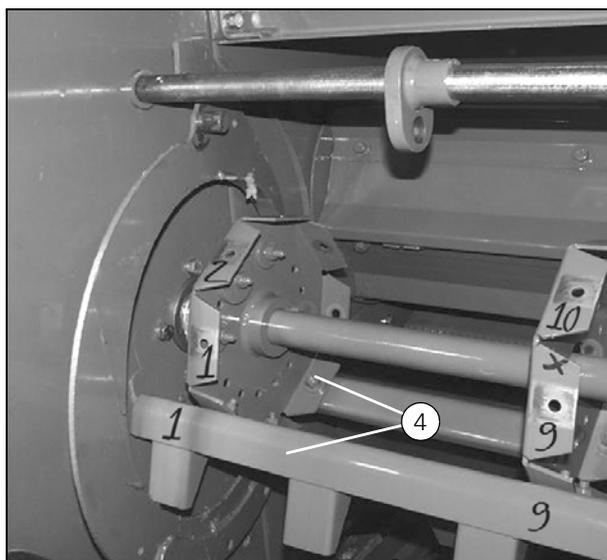
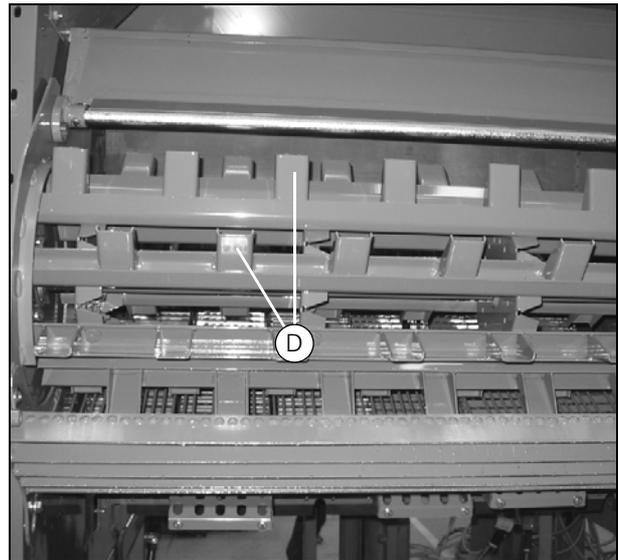

Рисунок 61
Рисунок 63
ВАЖНОЕ ЗАМЕЧАНИЕ: В связи с тем, что барабан проходит электронную балансировку на заводе-производителе, чрезвычайно важно устанавливать бичи и спицевые диски на те места, откуда они были сняты. Для этого перед снятием необходимо нанести метки, (Рис. 61).
- Установите бичи на спицевые диски так, чтобы их выступы были смещены по отношению друг другу (D) (Рис. 63). Установка бичей должна выполняться в соответствии с нанесенными метками (Рис. 61).